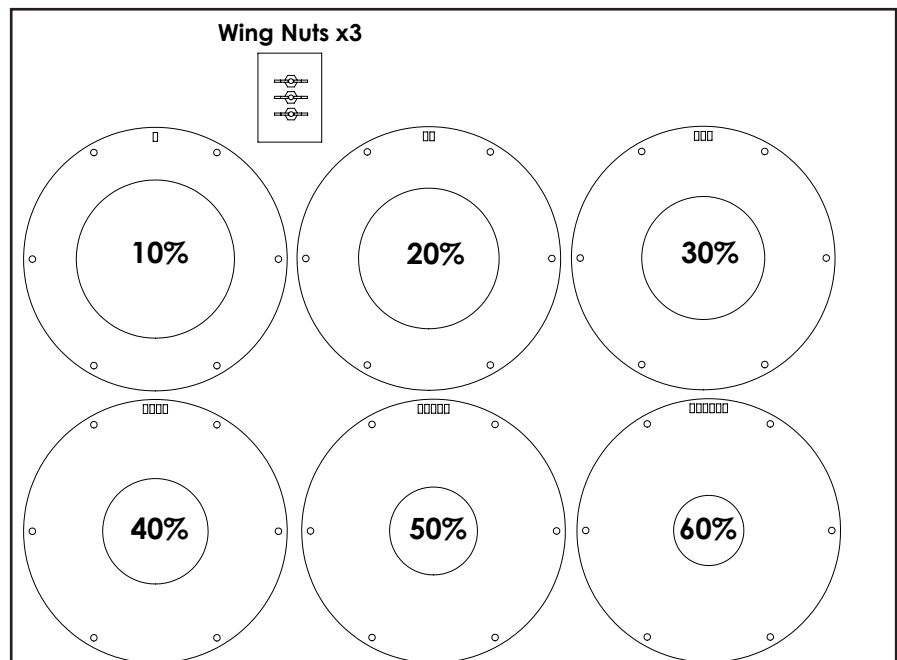

Figure 35. Kit de Restricteur
**NOTE:** Il existe six différentes tailles de restricteur, ils sont marqués avec trous rectangulaires qui coïncident avec le pourcentage de restriction (Figure 35).